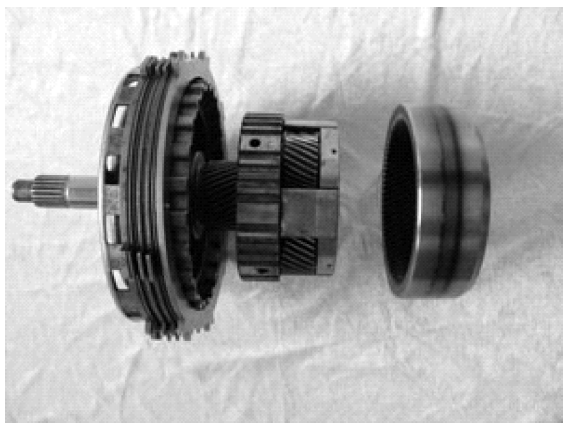
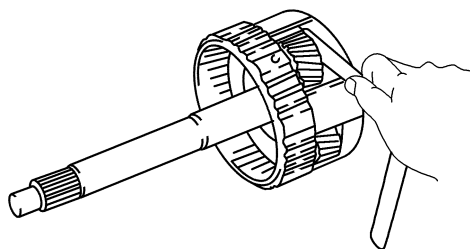

图 1-2-2 行星齿轮机构三元件实物
图 1-2-3 行星齿轮与行星架之间间隙的检查
- (1) 检查太阳轮、行星齿轮、齿圈的齿面, 如有磨损或疲劳剥落, 应更换整个行星排。
- (2) 检查行星齿轮与行星架之间的间隙, 为 0.2 ~ 0.6mm, 最大不得超过 1.0mm。否则, 应更换止推垫片或行星架和行星齿轮组件, 如图 1-2-2 和图 1-2-3 所示。